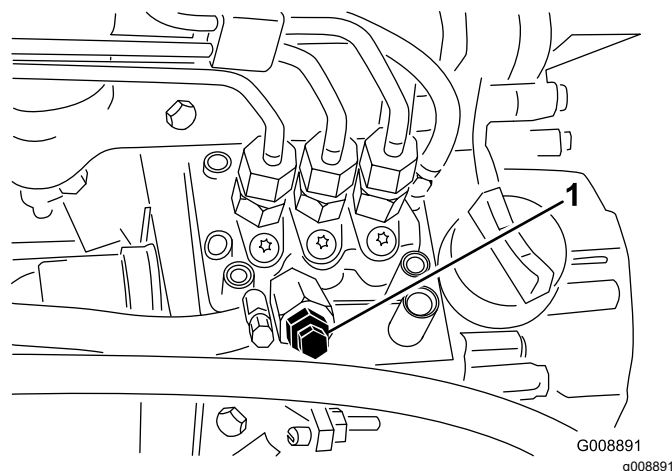

Figura 46
4. Desaperte o parafuso de purga que se encontra na bomba de injeção de combustível (Figura 46).